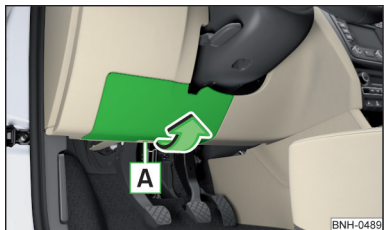

Abb. 179
- Die Abdeckung des Sicherungskastens in Pfeilrichtung abnehmen » Abb. 179.